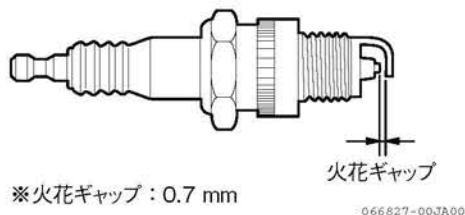

図 4-39 火花ギャップ
5. 火花ギャップ（電極すき間）を0.7 mmに調整します。(図 4-39)